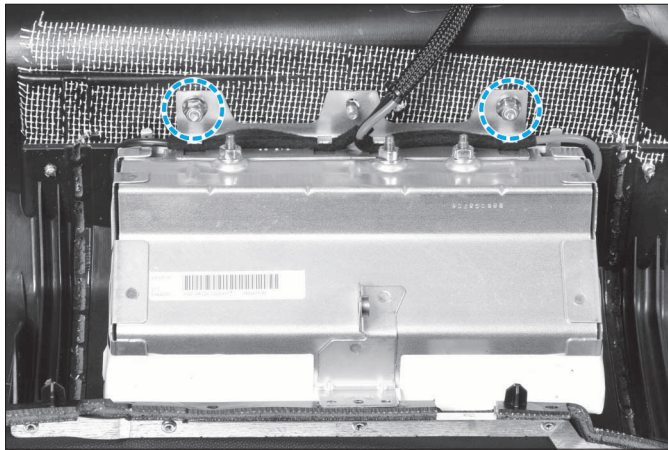

FIG. 9
- Déposer les deux écrous de fixation du module d'airbag et le basculer pour le déposer (Fig.9).